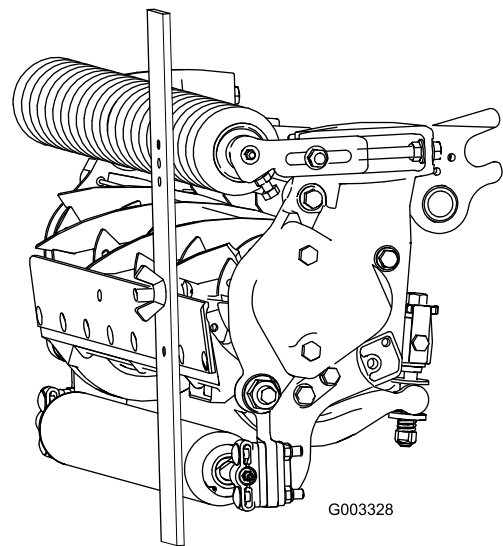

Figure 25
3. Accrochez la tête de la vis sur le bord tranchant de la contre-lame et appuyez l'arrière du gabarit contre le rouleau arrière (Figure 25).
4. Tournez la vis de réglage jusqu'à ce que le rouleau avant touche le gabarit (Figure 25). Réglez les deux extrémités du rouleau jusqu'à ce que celui-ci soit parfaitement parallèle à la contre-lame.